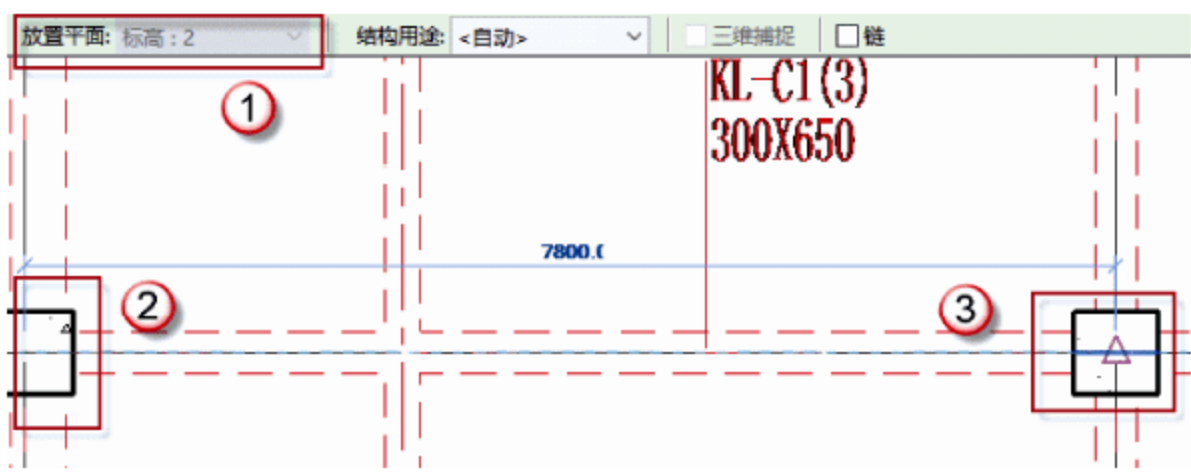

图 4.2.6 绘制 KL-C1
(6) 绘制矩形框架梁 KL-C1，按快捷键 B+M，放置平面为“标高 2”平面视图，先单击起始柱的中心为起点，后单击终止柱的中心为终点，如图 4.2.6 所示。